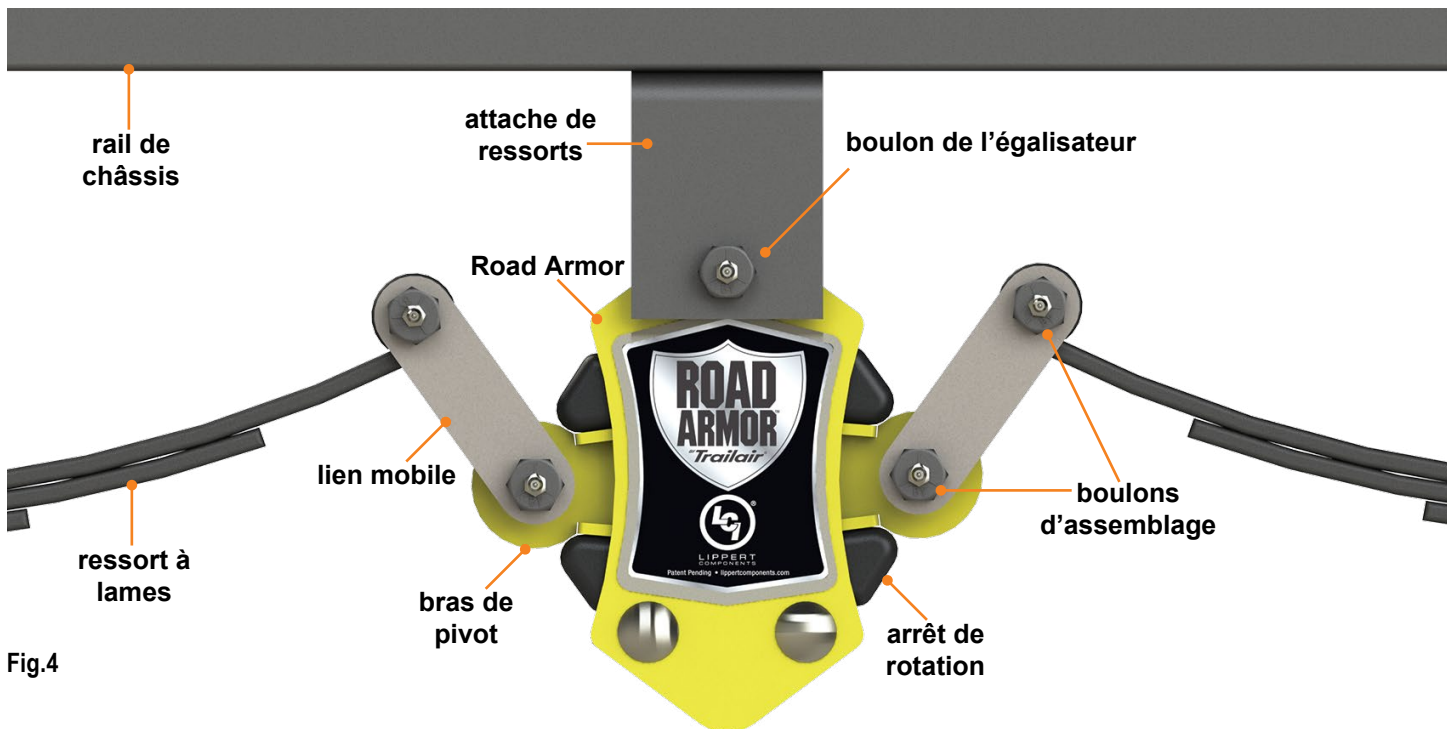

Fig.4
**NOTE:** Supporter le châssis selon les recommandations du fabricant. Consulter la Fig.4 pour les étapes suivantes.
2. Insérer le boulon de l'égalisateur (Fig.4) dans le premier support de l'attache de ressorts, puis dans la bague de raccordement bronze supérieure de l'égalisateur Road Armor et, finalement, dans le deuxième support de l'attache de ressorts.
6. Fixer les nouveaux liens mobiles (Fig.4) aux bagues de raccordement et aux ressorts à lames du bras pivotant du Road Armor à l'aide des boulons d'assemblage et des écrous.